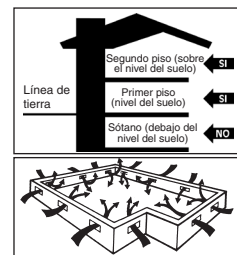

Figura 1
- Los entrepisos bajos deben tener un mínimo de 46 cm (18") del suelo a la parte inferior de las vigas. Se recomienda cubrir el suelo con una película de polietileno negro de 6-20 milésimas de pulgada que actuará como barrera de vapor, con las juntas espaciadas a 6" (15 cm) y selladas con cinta adhesiva resistente a la humedad. El entrepiso bajo deberá tener una ventilación de perímetro igual a 1.5% correspondiente al área en pies cuadrados (m²) del entrepiso bajo, como mínimo. Estas aberturas de ventilación deberán estar debidamente ubicadas para promover la ventilación cruzada (Figura 1). Donde sea necesario, las normas locales prevalecerán.